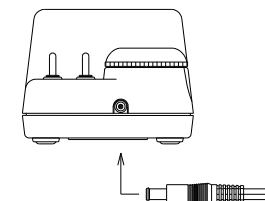

図1
2. モーターコードのプラグを出力コネクタに接続します。(図1)